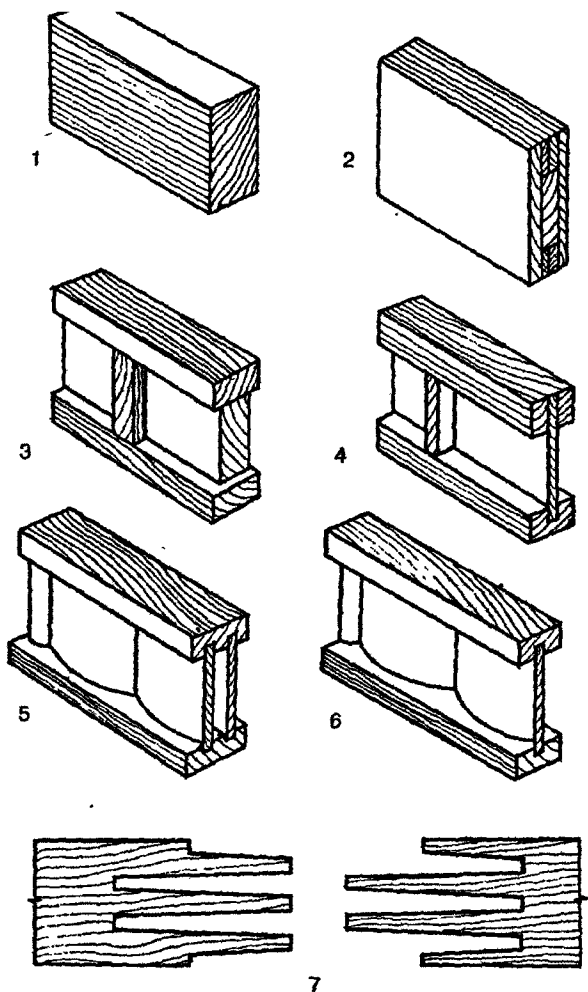

Рис. 47. Сечение клееных деревянных балок:
• **Балки** — наиболее простой тип конструкций. Клееные балки имеют различные формы и очертания поперечного сечения. На *рис. 47* изображено сечение клееных деревянных балок. Высота сечения назначается не менее $\frac{1}{15}$ пролета.